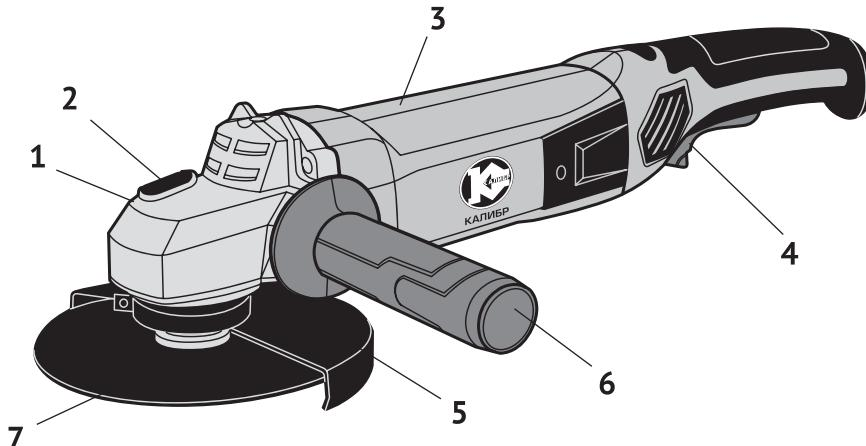

рис. 1
1.6 Общий вид шлифмашины представлен на рис.1